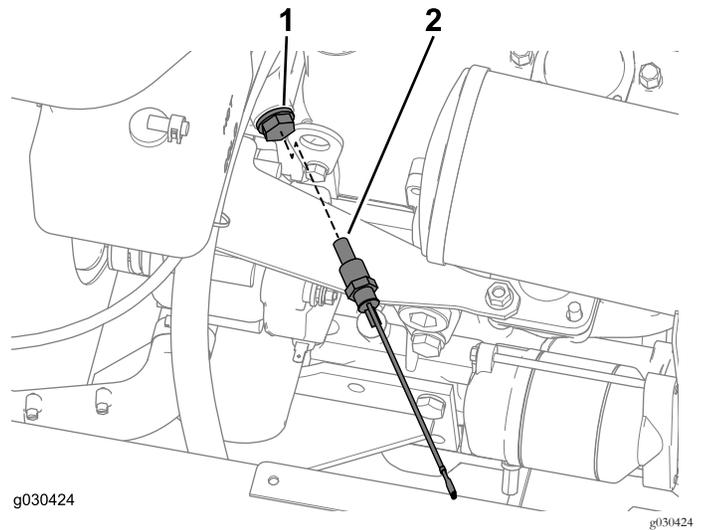

Figura 45
1. Localice y retire el tapón del motor como se muestra en la Figura 45.